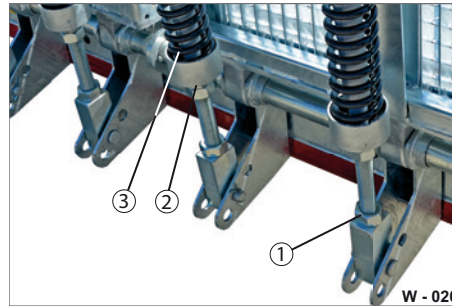

Abb. 22 Feder, Werkseinstellung
- ▶ Lösen Sie die Kontermutter (SW 56) (Abb. 22/2).
- ▶ Drehen Sie die Einstellschraube (Abb. 22/1) gegen Uhrzeigersinn. Die Feder wird gespannt.